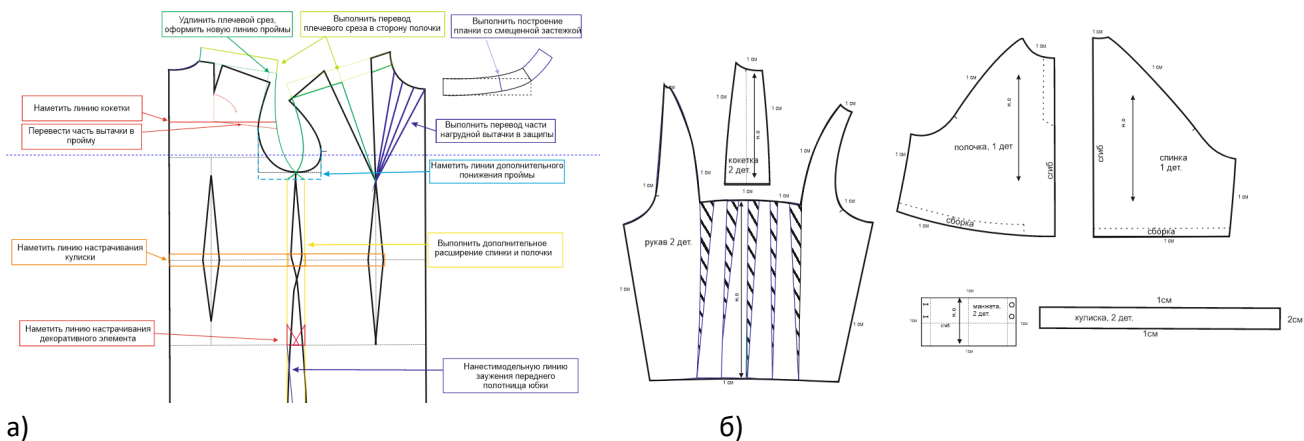

Рисунок 1 – пример оформления листа задания:
2. Используя графический редактор для конструирования и моделирования швейных изделий, в соответствии с эскизом и описанием, нанесите новые фасонные линии на копию базового чертежа конструкции блузы и брюк на размер 42-44, соблюдая пропорции. Нанесите необходимые комментарии **по аналогии с ручным моделированием** (к примеру: закрыть вытачку) на изображения копии базового чертежа и представьте этот лист членам жюри в виде скриншота экрана и файла, сохраненного в указанную папку (рис. 1-а).
3. Выполните копии основных деталей на листе и построение дополнительных деталей кроя, проведите моделирование, при необходимости оформите новые линии деталей, результаты представьте жюри в виде скриншота экрана и файла, сохраненного в указанную папку (рис. 1-б).